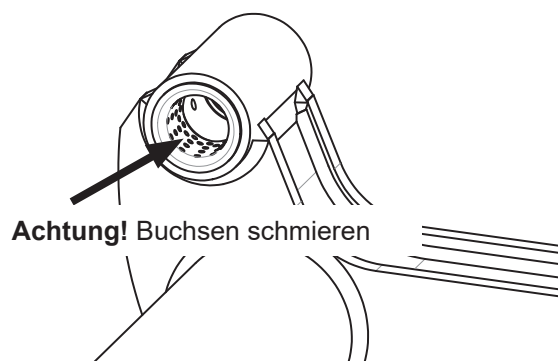

Abb.30. Schmieren Sie initial die Metallbuchsen gründlich
2. Schmieren Sie die Metallbuchsen an der oberen Armlagerung und vergewissern Sie sich, dass die kleinen Öffnungen auf der Buchseninnen-seite mit Fett gefüllt sind. Siehe Abb.30. Verwenden Sie Zepro-Schmiermittel oder eine gleichwertige Substanz.